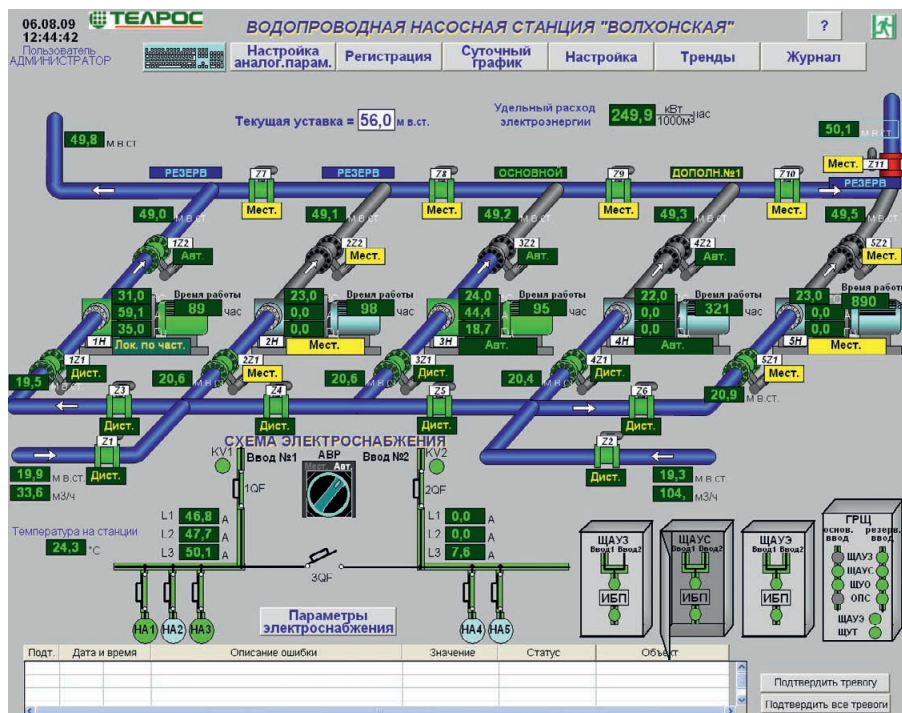

Рис. 5. Сенсорный экран панельного компьютера
- панельный компьютер с сенсорным экраном (рис. 5).